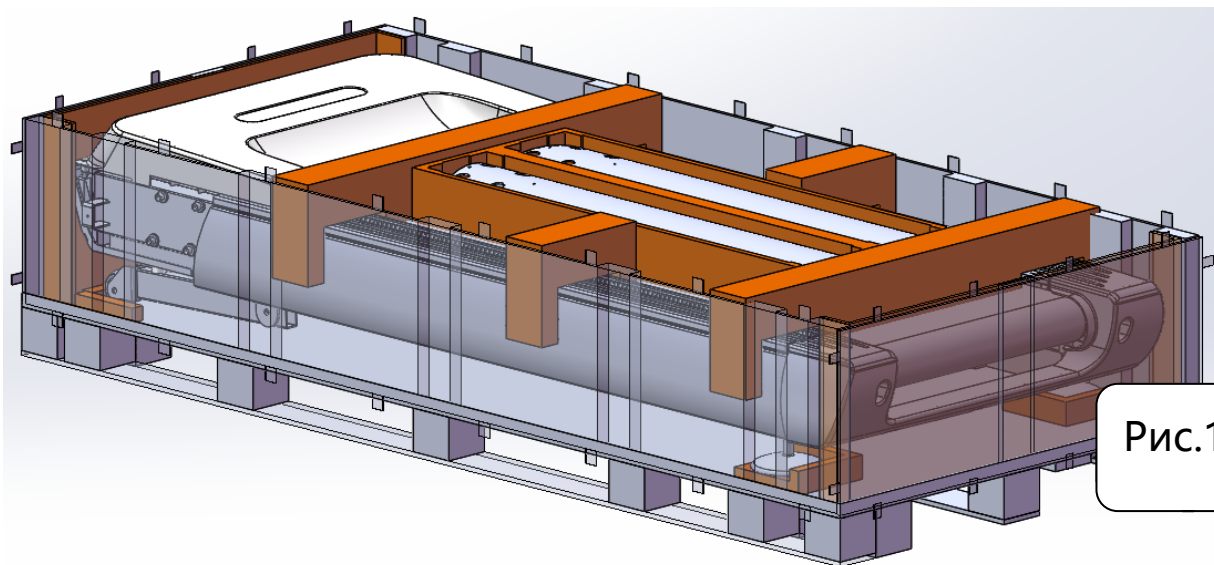

Рис.1
1. Откройте деревянную упаковку (рисунок 1. Будьте осторожны, чтобы не поцарапать пальцы).